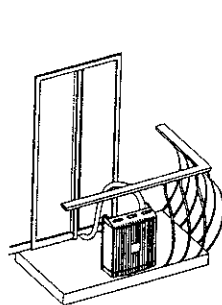

Bild 8
7. Schieben Sie die Einheit an den vorgesehenen Ort (minimum 100 mm von der Wand) und ziehen Sie die Flügelmutter (5) fest an. Vergewissern Sie, daß die Einheit gut gestützt und stabil aufgehängt ist.
8. Man macht einen Schlitz an der Tür oder am Fensterrahmen für den Verbindungsschlauch (Siehe Bild 8, 9, 10, 11).